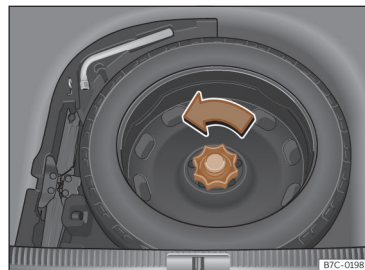

Fig. 238 Na bagageira: piso de carga levantado.
- Mova a roda no sentido contrário ao dos ponteiros do relógio >>> **Fig. 238.**